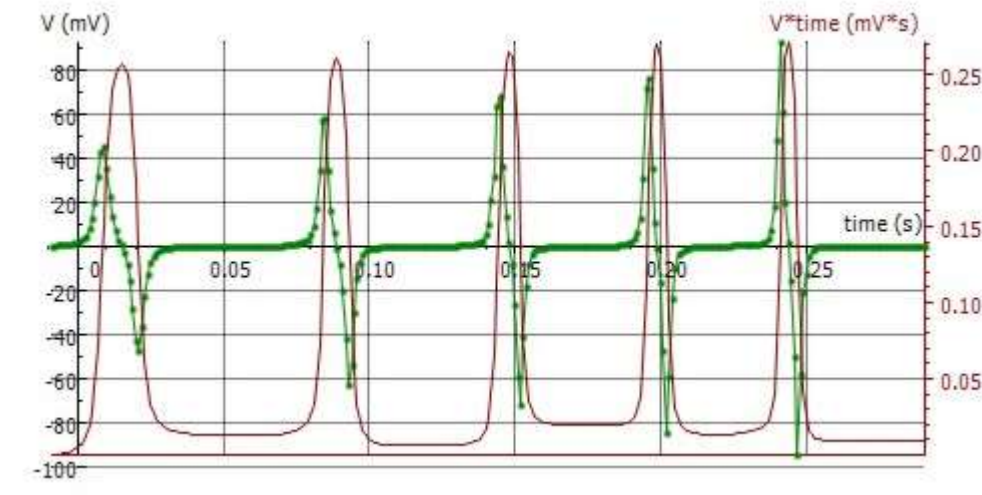

Fig. 3: Andamenti temporali della tensione indotta U e del flusso magnetico Φ
La curva verde in Fig. 3 mostra l'andamento della tensione registrato.
Nel diagramma, nella finestra "Integrale" è rappresentata la grandezza " $V*t$ " nell'unità " $mV*s$ " (curva viola in Fig. 3). In base all'equazione (2) essa corrisponde al flusso magnetico Φ .
Il flusso magnetico assumerà il valore minimo quando la tensione indotta torna a zero (Fig. 3), cioè quando il magnete raggiunge il centro della bobina. Le superfici su cui agiscono tutti i segnali di tensione positivi e negativi sono identiche di valore (vedi sopra) e corrispondono al flusso magnetico massimo Φ del magnete permanente all'interno di una singola bobina. Il flusso magnetico massimo raggiunge pertanto per tutte le bobine, nei limiti della precisione di misurazione, il medesimo valore $\Phi_{\max} \approx 250 \mu Vs$.